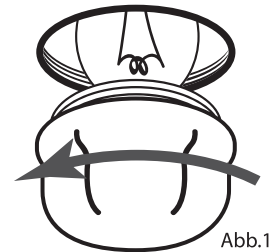

Abb.1
- Entfernen Sie die Abdeckung und dann die Glühbirne Abb.1.